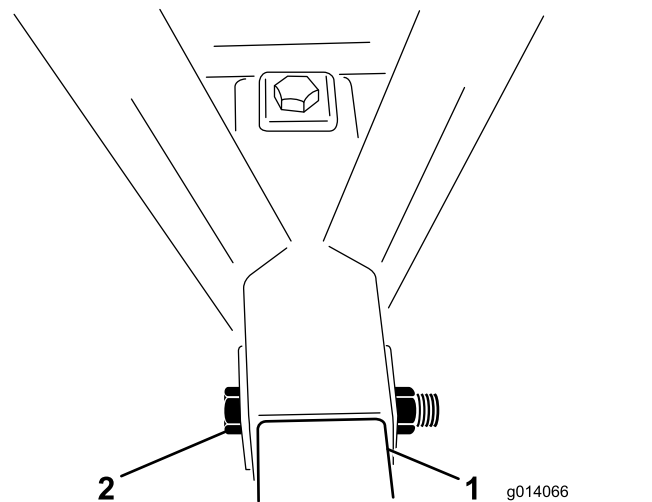

Bild 4
5. Setzen Sie eine Schraube (1" x 6½") durch den Rahmen und das Anbauvorrichtungsrohr und befestigen Sie sie mit einer Sicherungsmutter (Bild 4). Ziehen Sie die Sicherungsmutter bis auf 976-1193 Nm an.
6. Setzen Sie eine Schraube (1" x 6½") durch die Oberseite des Rahmens und durch das Anbauvorrichtungsrohr ein und befestigen Sie sie mit einer Sicherungsmutter (Bild 4). Ziehen Sie die Sicherungsmutter bis auf 976-1193 Nm an.